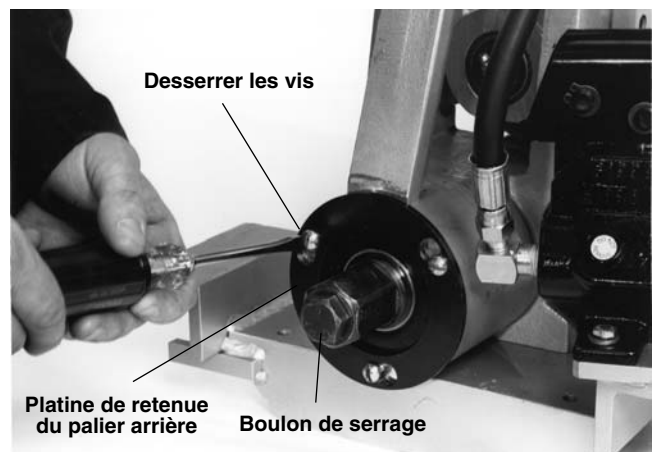

Figure 21 – Desserrage du boulon de serrage et des vis 6-pans de la platine de retenue
- Une fois la broche de verrouillage axial engagée, servez-vous de la clé polygonale pour retirer l'écrou de retenu du palier de l'arbre d'entraînement (Figure 21).
- Enlevez les trois boulons de fixation de 1/4 po de la platine de retenue, puis retirez la platine et le palier (*Figure 21*).